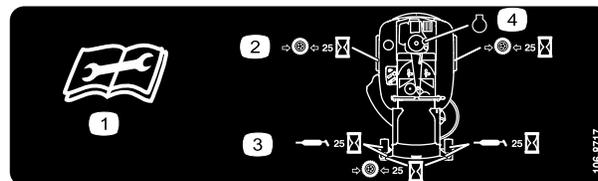

Figura 25
3. Limpie con un trapo los puntos de engrase (Figura 24 y Figura 25). Asegúrese de rascar cualquier pintura que hubiera sobre los puntos de engrase.
4. Conecte una pistola de engrasar a cada punto de engrase (Figura 24 y Figura 25). Bombee grasa hasta que empiece a rezumar grasa de los cojinetes.